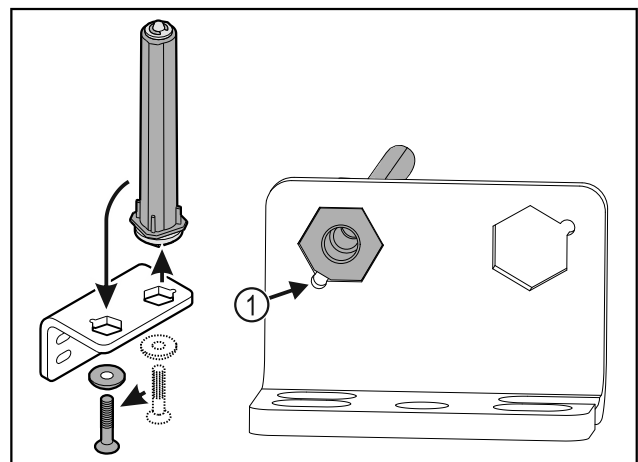

Fig. 33
- ▶ Bëni kujdes që gjatë vendosjes, e prera e kokës së bulonit Fig. 33 (1) të jetë e drejtuar nga vrima e rumbullakët.